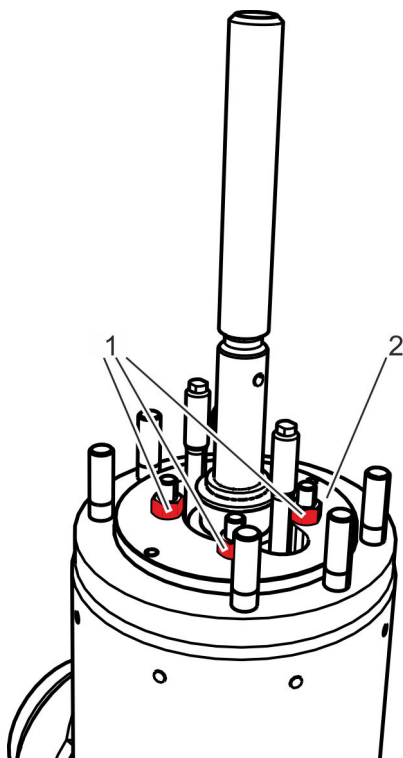

Abb. 27: Muttern Spanndeckel lösen
**2.** ➔ Bei Ausführung mit Spanndeckel (Abb. 27/2): Muttern (Abb. 27/1) lösen und entfernen.